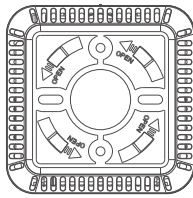

图2
1.4、打开安装底座：探测器底部为分离式安装底座，用手抓住底座按标识逆时针旋转打开。如上图2、3：